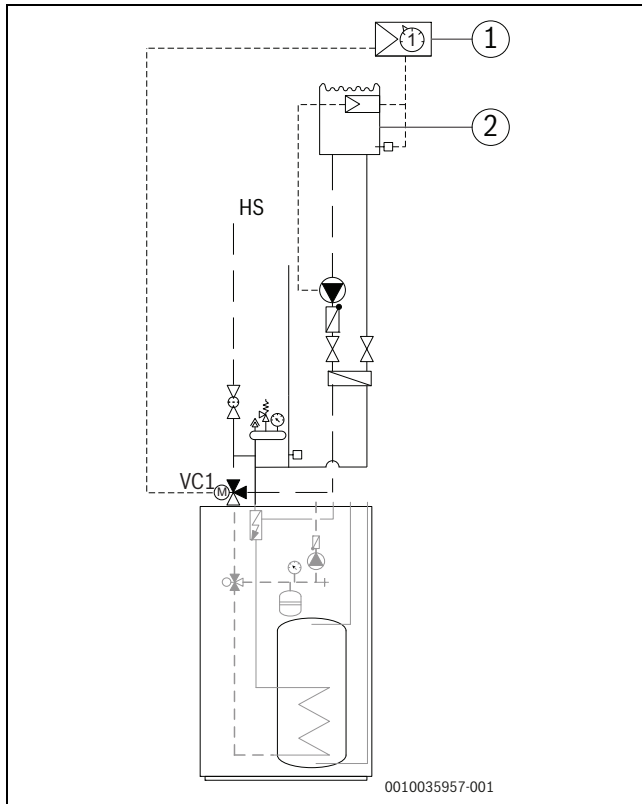

Bild 22 Installation des Pools
- ▶ Pool-Mischer im Rücklauf zur Inneneinheit montieren (→ [VC1] Abb. 22).